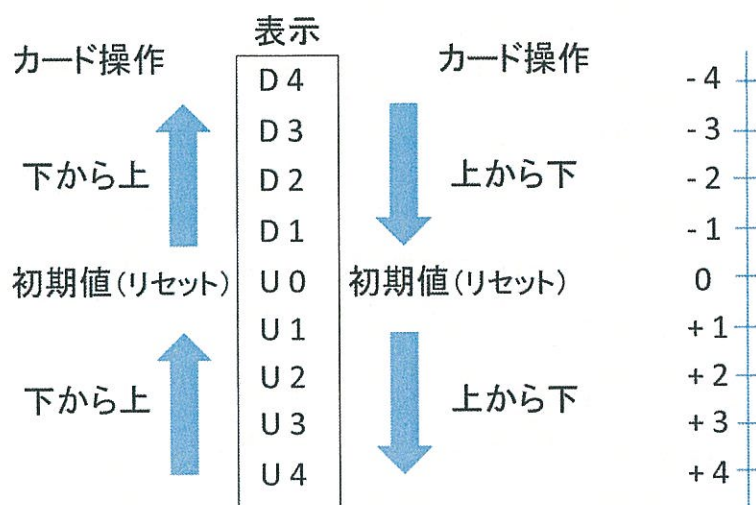

図 6.8 カードキー操作と鍵の表示
- 回路設計・試作課題のカードカウンタにカードを通す動作とその表示は図 6.8 のようになります。カードをセンサの上から下に通したときを Up (U と表示)、下から上に通したときを Down (D と表示) とします。